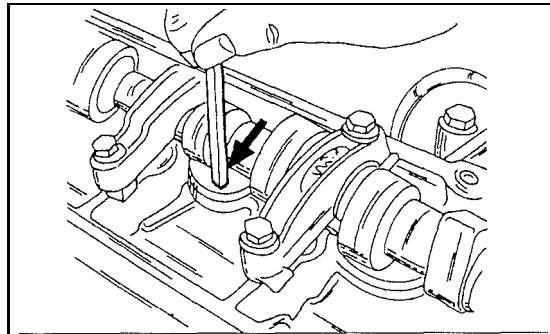

Bild 169
- Mit einem Dorn den Stößel nach innen drücken, wie es in Bild 169 gezeigt ist, oder versuchen den Stößel mit der Hand zu bewegen.